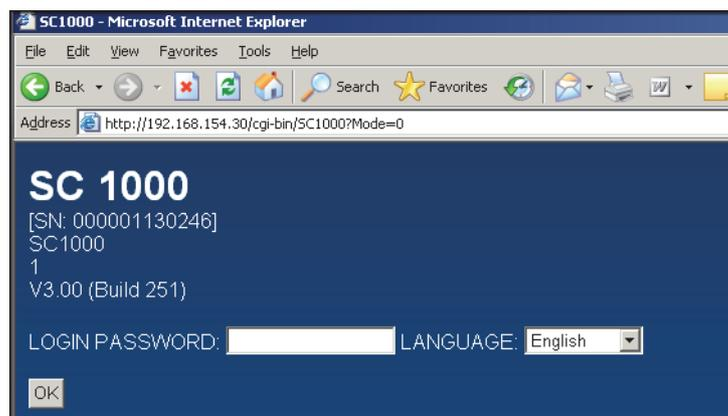

Abbildung 17 Anmeldefenster des sc1000 Controllers
3. Im Internet-Browser des Computers die IP-Adresse (vom Anbieter des VPN-Servers) des sc1000 Controllers eingeben (Abbildung 17).